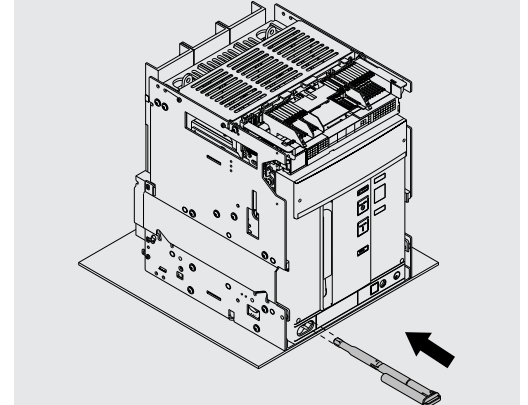

Figure 98
13. Remettre la manivelle dans son logement. Voir Figure 98.